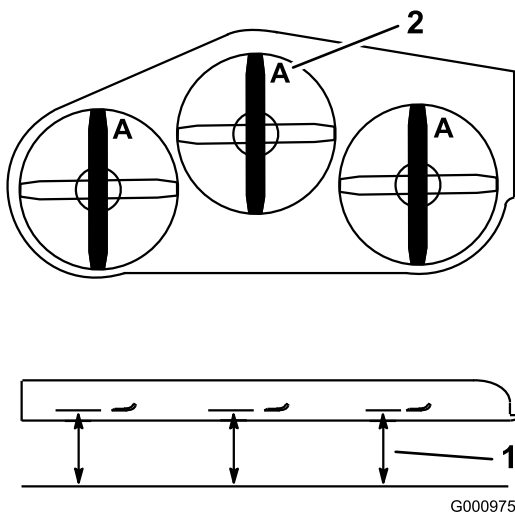

Figura 87
3. Con la máquina ubicada en una superficie nivelada, coloque una cuchilla en posición longitudinal. Mida en la posición **A** desde una superficie nivelada hasta el filo de corte de los extremos de la cuchilla (Figura 87).